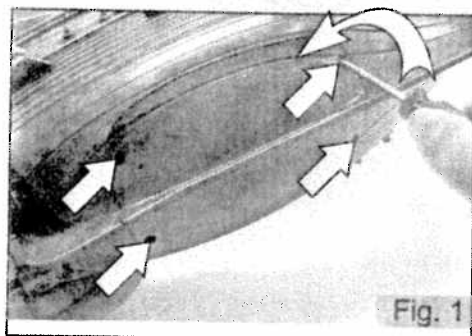

Fig. 1
1. Utiliser un tournevis Phillip (cruciforme) pour desserrer les quatre vis (fig.1) en tournant dans le sens contraire des aiguilles d'une montre (fig.1).